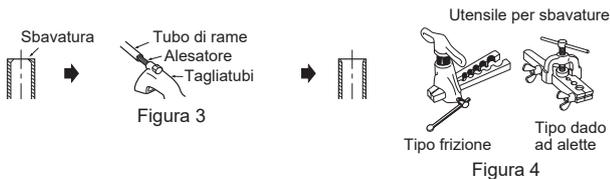

Figura 4
- 4) Svasatura (Figura 4, 5). Tenere saldamente il tubo in rame delle dimensioni indicate nella tabella. Selezionare i mm di A dalla tabella in base allo strumento utilizzato.